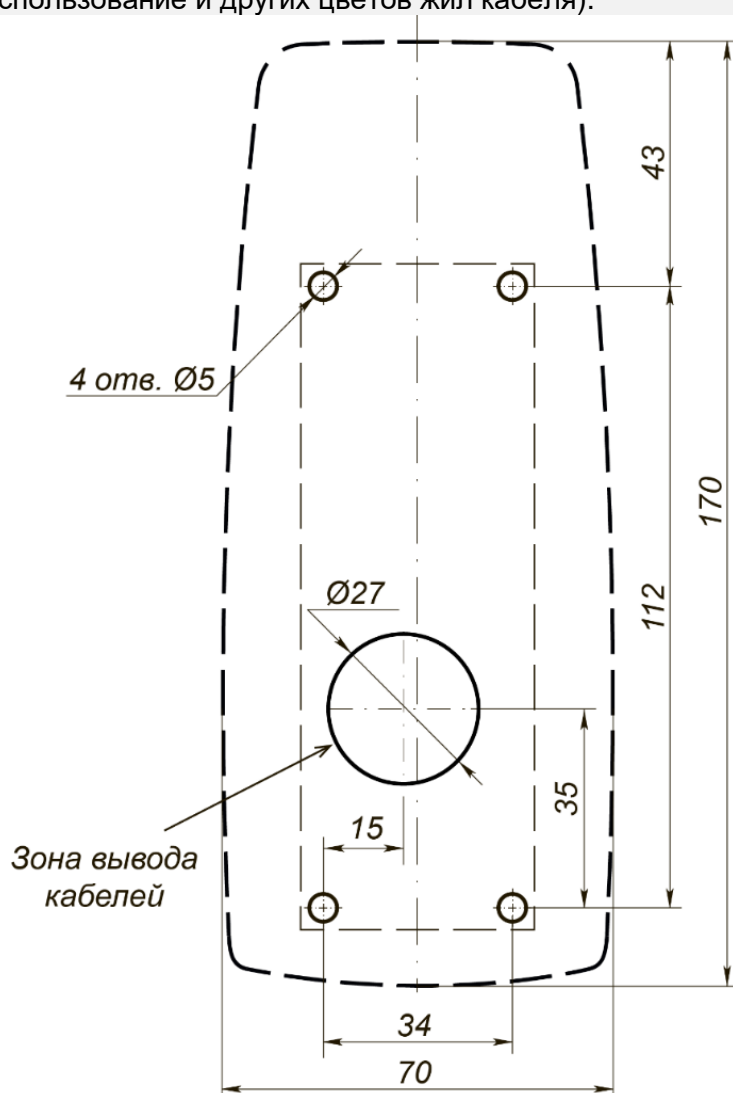

Рисунок 2. Разметка отверстий для установки контроллера (пунктиром показаны габариты корпуса контроллера)
3. Произведите разметку и разделку отверстий на установочной поверхности для крепления металлического основания и прокладки кабелей (см. рис. 2).